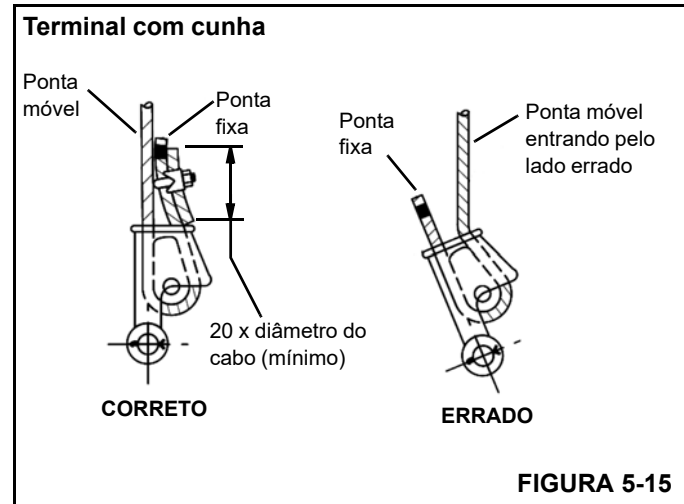

FIGURA 5-15
3. Certifique-se de que a extremidade móvel do cabo (Figura 5-15) fique diretamente alinhada às orelhas do terminal e ao sentido da tração a que o cabo será submetido. Se o cabo for incorretamente carregado no terminal, sob uma carga, o cabo dobrará conforme sai do terminal e a borda do terminal se desgastará no cabo causando danos ao cabo e falhas eventuais.
4. Insira a extremidade do cabo de aço no terminal, forme um laço no cabo e passe-o de volta através do terminal deixando que a ponta fixa (Figura 5-15) sobressaia do terminal. Verifique se a ponta fixa do cabo tenha comprimento suficiente para que seja possível aplicar o tratamento da extremidade à ponta fixa após a cunha ter sido assentada.